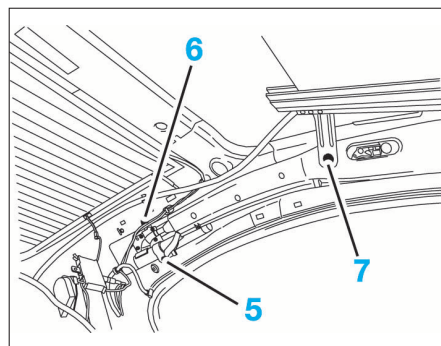

FIG. 13
- les fixations (5 - 6 - 7) (Fig.13).